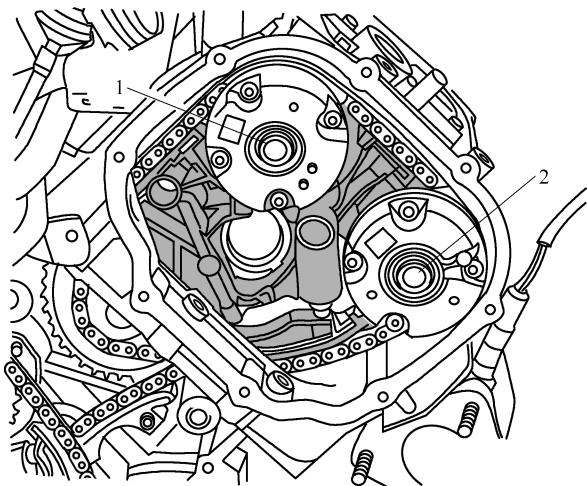

图 1-3-56 旋出右侧凸轮轴调节器的螺栓
(9) 如图 1-3-56 所示, 用颜色笔在右侧凸轮轴正时链的转动方向上做好标记。用工具头 T10035 旋出凸轮轴调节器的螺栓 1 和 2, 拆下两个凸轮轴调节器。